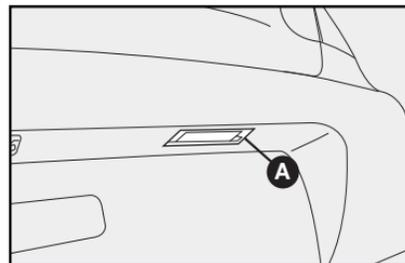

fig. 49
1) retirar los portalámparas forzando levemente con destornillador en el punto **A-fig. 49**;